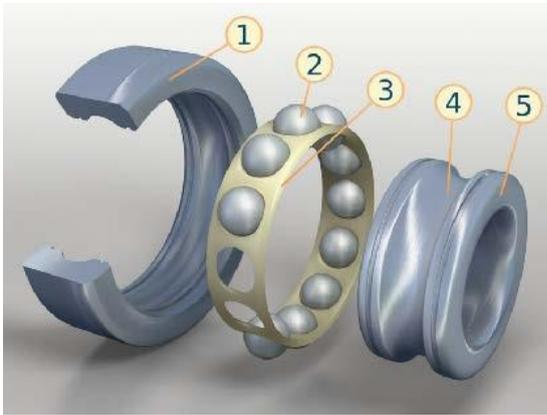

Рис.8.
15.Объясните устройство шарикового подшипника (Рис.8).